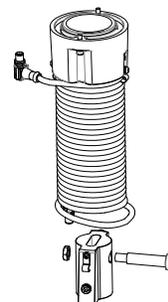

Figura 2. Gruppo Cavo Spiralizzato Standard.
2) **Gruppo Cavo Spiralizzato (figura 2):** Il gruppo cavo spiralizzato porta i segnali di velocità e direzione di sollevamento e arresto d'emergenza dall'impugnatura al gruppo azionatore. Non bloccare il cavo spiralizzato con alcun oggetto estraneo. Non appendere passacavi aggiuntivi né al cavo spiralizzato Gorbel®.